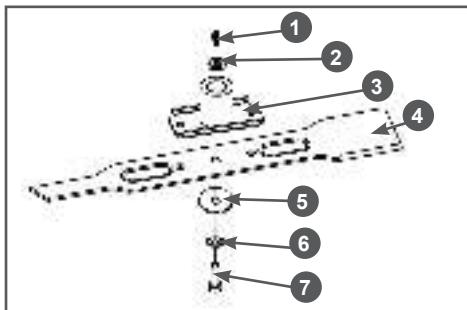

Рис. 26 Установка ножа
4. Измерьте зазор А между электродами свечи зажигания специальным щупом В. Зазор должен быть $0,7-0,8$ мм (Рис. 26). При увеличении или уменьшении требуемого зазора, рекомендуется заменить свечу, так как регулировка зазора может привести к изменению качества искрообразования.
2. С помощью соответствующего инструмента открутите болт 7 крепления ножа и снимите нож (Рис. 26).
3. Снимите с вала двигателя адаптер 3 ножа и втулку 2 адаптера (Рис. 26).
4. Убедитесь в том, что шпонка 1 адаптера на месте и не имеет повреждений (Рис. 26). Во избежание утери шпонки во время заточки ножа или других работ по обслуживанию газонокосилки извлеките шпонку из шпоночного паза и уберите в надёжное место.
7. Установите все детали на место в порядке, обратном снятию. Схема установки показана на Рис. 26.
8. Зафиксируйте нож от проворачивания и надёжно затяните болт 7 крепления ножа (Рис. 26).